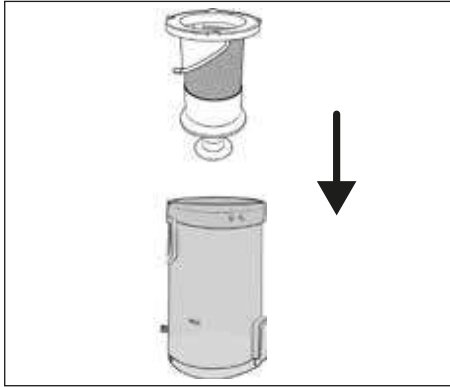

Fig. 21
- 6) Inserte el filtro de acero inoxidable **6** en el depósito de polvo **7** y presiónelo hasta el fondo (consulte la fig. 21). Para ello, observe los encastrés de diferente tamaño del filtro de acero inoxidable **6**. El filtro de acero inoxidable **6** solo puede insertarse en una posición en el depósito de polvo **7** según estos encastrés.